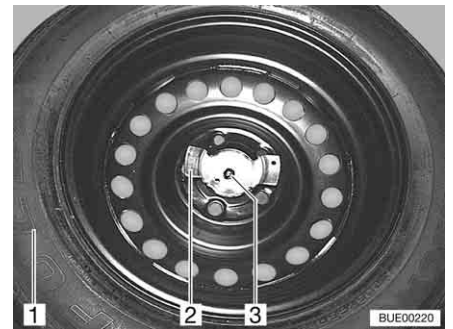

Bild 222 Ersatzrad-Befestigung
- Die beiden Muttern (Bild 222,2 und 3) abschrauben.
- Das Ersatzrad (Bild 222,1) dem Ersatzrad-Halter entnehmen.